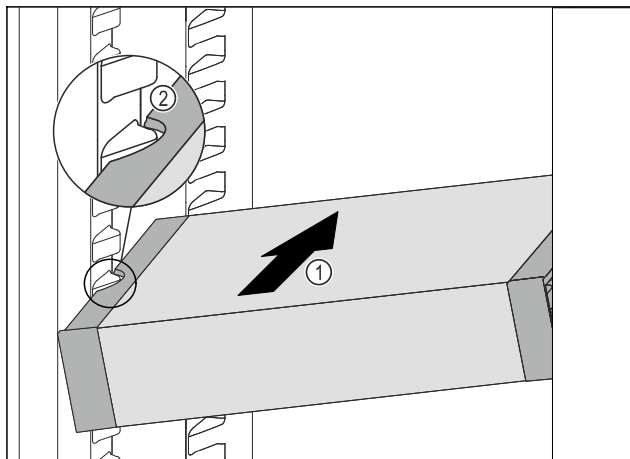

Fig. 110
- Вставити висувний ящик VarioSafe під кутом в охолоджувальне відділення Fig. 110 (1), доки бокові поглиблення Fig. 110 (2) VarioSafe не будуть розташовуватися на рівні ребра для ємності в охолоджувальному відділенні.